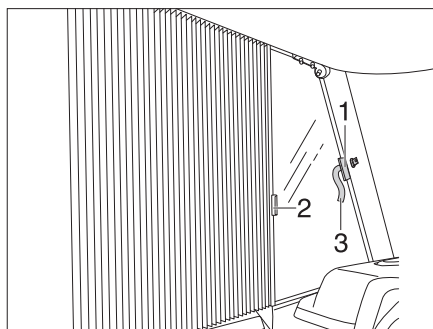

Fig. 13 Aseguramiento del estor plegable ventana del conductor/acompañante
**Aseguramiento:** ■ Empujar los estores plegables de la ventana del conductor y la ventana del acompañante con los tiradores (Fig. 13,2) debajo de las cubiertas y asegurarlos con cintas de cierre de velcro (Fig. 13,1 y Fig. 13,3). El estor plegable está asegurado.